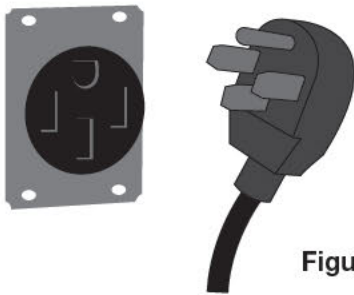

Figure 29
- 1 Cet appareil est muni d'une fiche NEMA 14-50P. (Voir la figure 29.)